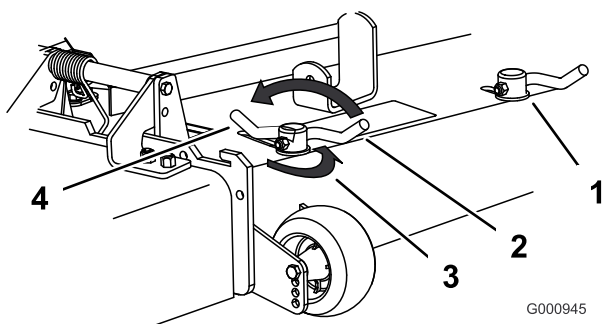

Figure 25
3. Pour régler les verrous à came, soulevez le levier pour desserrer le verrou (Figure 25).
5. Repoussez le levier à sa position d'origine pour serrer le déflecteur et les verrous (Figure 25).